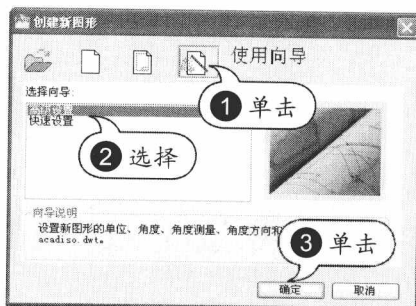

图 1-1 选择向导
STEP 01 选择向导。在快速访问工具栏中单击“新建”按钮 , 在“创建新图形”对话框中单击“使用向导”按钮, 选中“高级设置”选项, 然后单击“确定”按钮, 如图 1-1 所示。